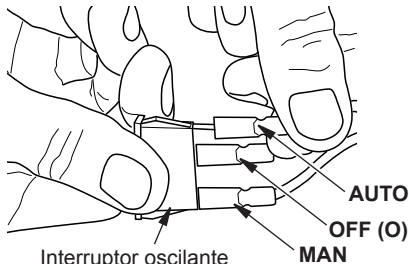

Figura 34 - Conexión de cables a interruptor oscilante
18. Conecte el AUTO, OFF, cables MAN a las tres lengüetas macho correspondientes del interruptor oscilante (consulte la Figura 34).